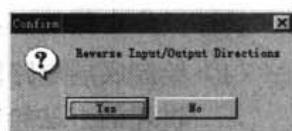

图 6-19 端口方向 Confirm(确认) 对话框
- (1) 生成 Cpu.sch 子电路图：执行菜单命令 Design|Create Sheet From Symbol，光标变成十字形状，移动鼠标选择准备生成子电路图的方块电路图，将十字光标移动到 CPU 方块电路图上，单击鼠标左键或按下 Enter 键进行选择，系统将弹出如图 6-19 所示的 Confirm（确认）对话框。